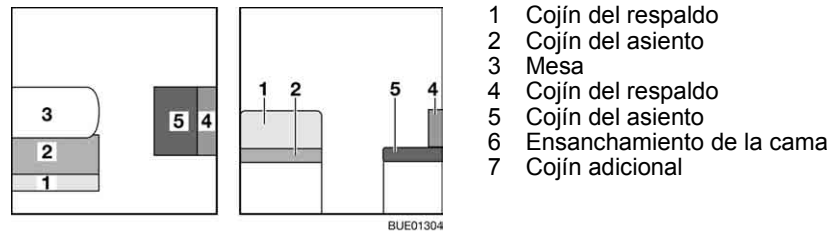

Fig. 125 Antes de la transformación
- Transformar la mesa (Fig. 125,3) en base de cama (véase apartado 6.11).
- Quitar el cojín del respaldo (Fig. 125,1) y depositarlos en la mesa.